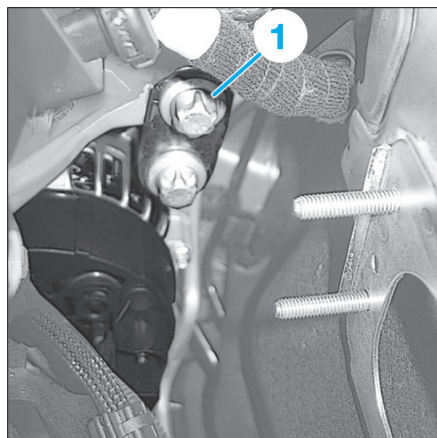

Fig. 1
- Par le côté arrière droit du compartiment moteur, déposer les vis (1) (Fig.1).